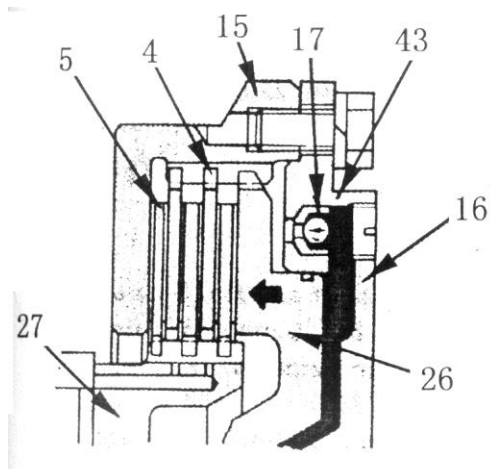

Рис. 5-27.
Отключение муфты осуществляется с помощью оттяжной пружины (33), возвращающей поршень (3) в его исходное положение после сброса напора масла (см. рис. 5-27). Назначение пружины диска (42) - повышение скорости движения поршня (3) и повышение эффективности отключения дисков.